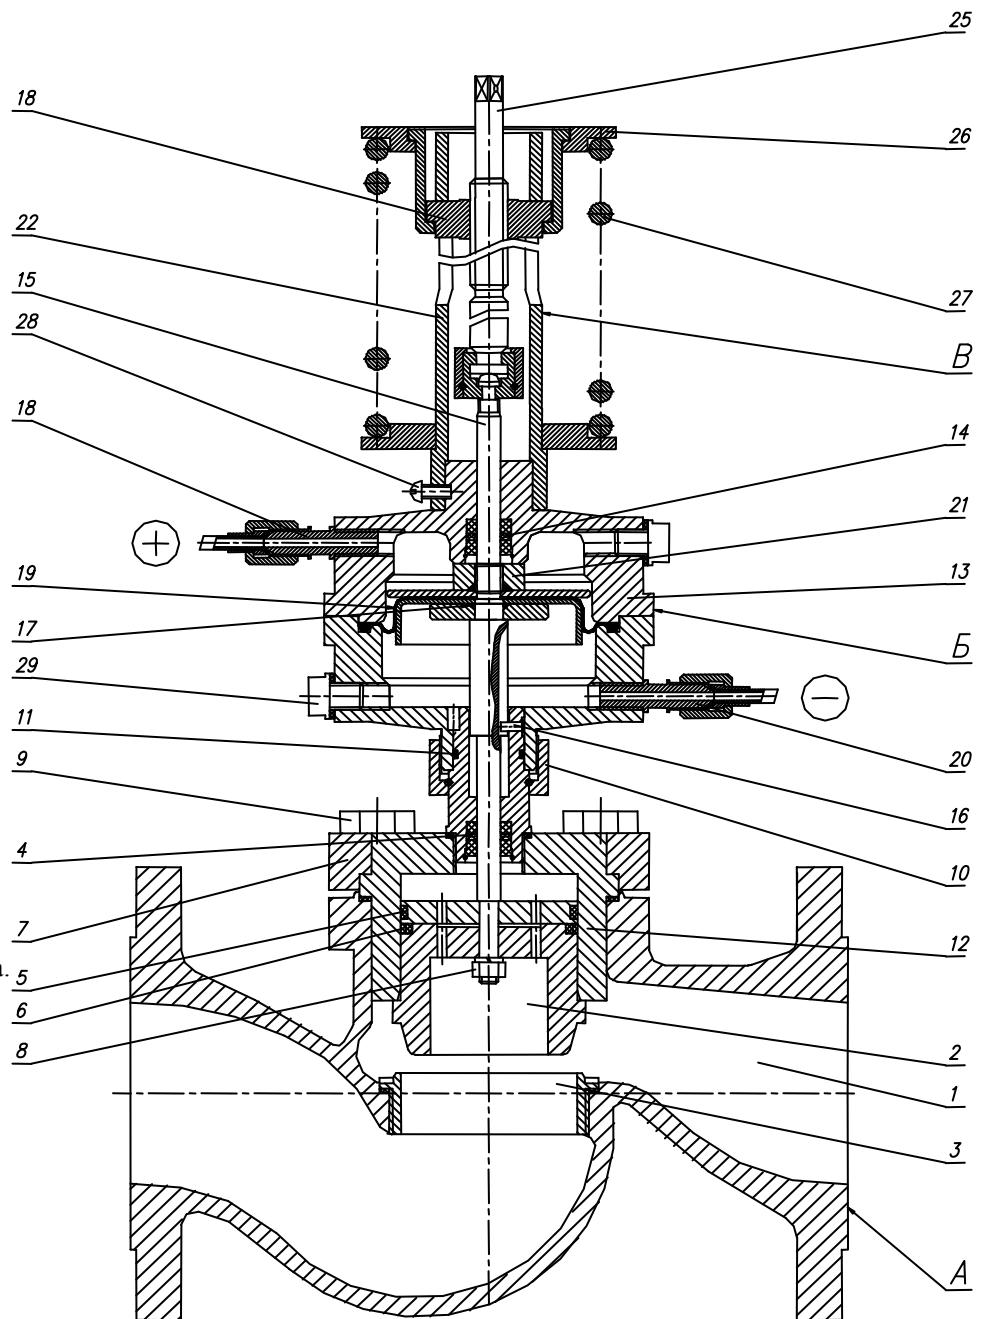

Рисунок 1. Общее устройство регулятора РП-80.
2.2.5. Регулятор устанавливать на горизонтальном участке трубопровода согласно схеме подключения (см. рис.1 приложения). Перед регулятором установить магнито-сетчатый фильтр.